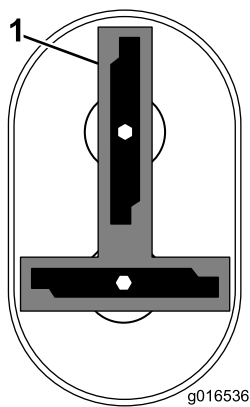

Figura 46
**Nota:** Las cuchillas deben estar perpendiculares entre sí, formando una "I" invertida, según se muestra en Figura 46.